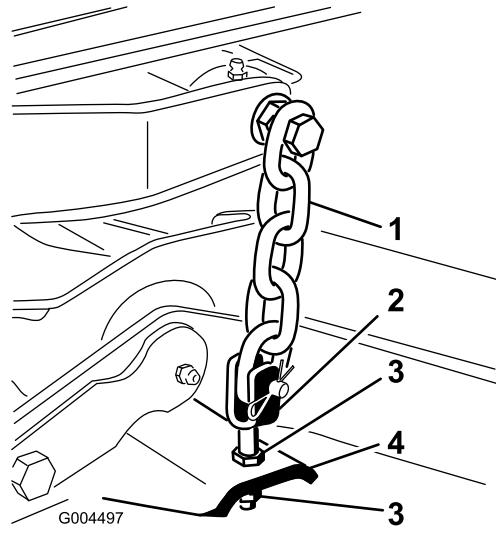

Figure 79
7. Ajustez les écrous de blocage qui fixent les chapes/chaînes au plateau de coupe pour éléver l'arrière du plateau de coupe de sorte à obtenir une inclinaison de la lame de 8 mm (Figure 79).